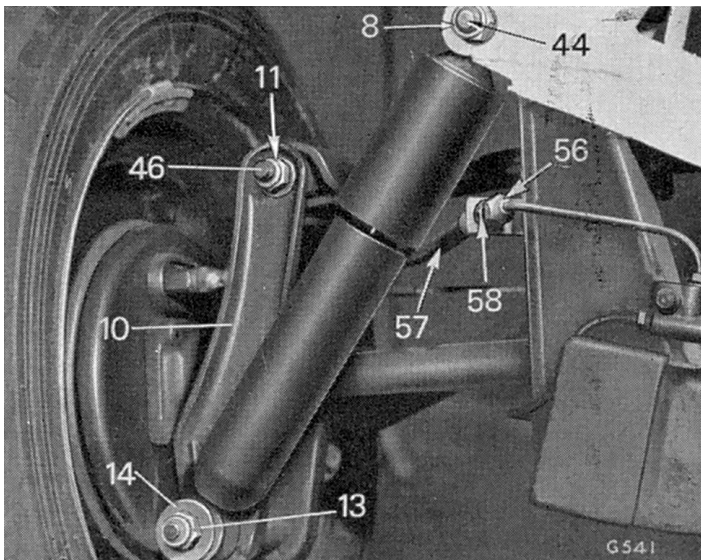

Fig. 41. Fixations du flexible de frein, de l'amortisseur et du support vertical
1. Débrancher le flexible de frein de sa durite en acier et de l'attache du châssis, en dévissant l'écrou-raccord (56) (Fig. 41) et en enlevant l'écrou (58) tout en maintenant le flexible (57).
4. Desserrer le boulon de fixation supérieure de l'amortisseur (44) (Fig. 41), retirer l'écrou Nylstop (13) et la rondelle (14) de la fixation inférieure et dégager l'amortisseur (9) de son pivot inférieur. Enlever le cric du support vertical.